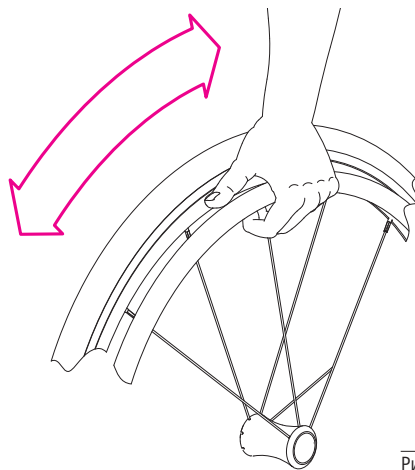

Рис.12
1. Для цього візьміться рукою за обід і прокрутите колесо вперед або назад (рис. 12). При цьому покладіть долоню на обід так, щоб великий палець лежав в напрямку руху, а інші пальці охоплювали обід.